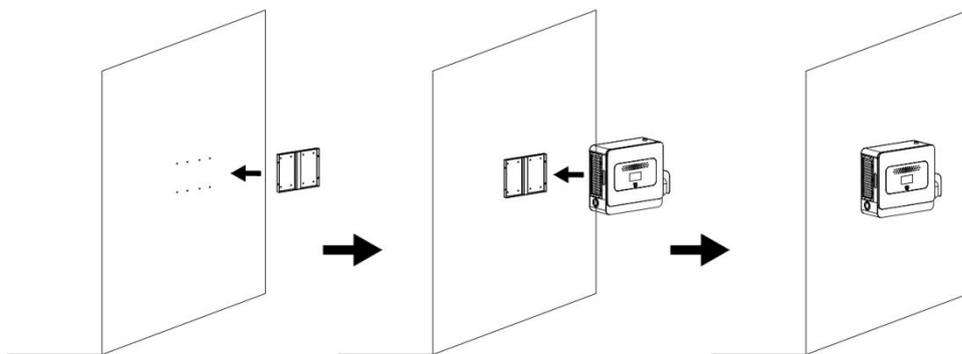

图 9：壁挂式安装图
- 将充电桩通过背板的挂钩固定到挂板上，然后锁紧防盗螺丝。（如图 9）